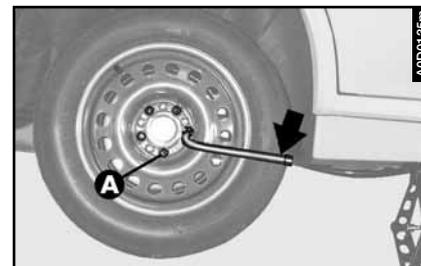

fig. 12
– Visser les cinq boulons de fixation (**A-fig. 12**).